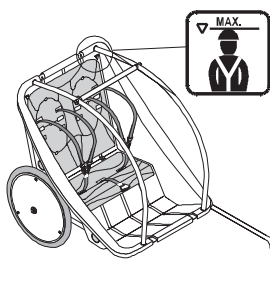

Abb. 2
- Um den Überrollschutz zu gewährleisten müssen im Anhänger mitgeführte Kinder genügend Kopffreiheit haben (Empfehlung: mindestens 5 cm). Die Kinder dürfen mit Schutzhelm nicht über die Markierung im Anhänger ragen (Abb. 2).